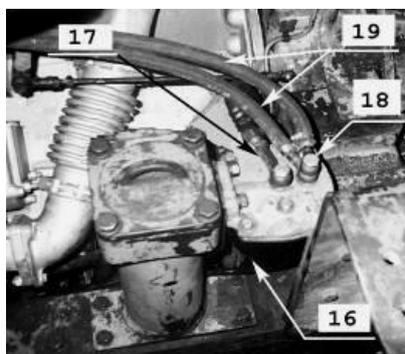

Рис. 5 Фильтр грубой очистки
- к входному отверстию фильтра грубой очистки топлива присоединить болтом с медными шайбами штуцер-наконечник (17);
- к выходному отверстию фильтра грубой очистки топлива присоединить трубки отвода и подвода топлива (19) используя болт (18) с медными шайбами (рис.5);